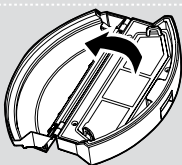

Fig. 19
4. Enlevez tous les filtres et nettoyez-les séparément. Le montage se fait dans l'ordre inverse. **[Fig. 19,20]**